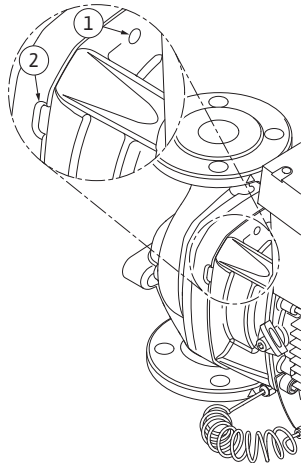

Fig. 48: Gewindebohrungen und Schlitze zum Abdrücken des Einstecksatzes vom Pumpengehäuse
13. Den Einstecksatz (siehe Fig. 13) vom Pumpengehäuse abdrücken. Dafür empfiehlt sich die Nutzung zweier Gewindebohrungen (Fig. 48, Pos. 1), vor allem zum Lösen des Sitzes. Zum Lösen des Sitzes geeignete Schrauben in die Gewindebohrungen eindrehen. Ist der Einstecksatz leichtgängig, können zum Abdrücken zusätzlich Schlitze (Fig. 48, Pos. 2) zwischen Pumpengehäuse und Laterne genutzt werden (dazu z. B. zwei Schraubendreher ansetzen und als Hebel verwenden). Nach ca. 15 mm Abdrückweg wird der Einstecksatz nicht mehr im Pumpengehäuse geführt.